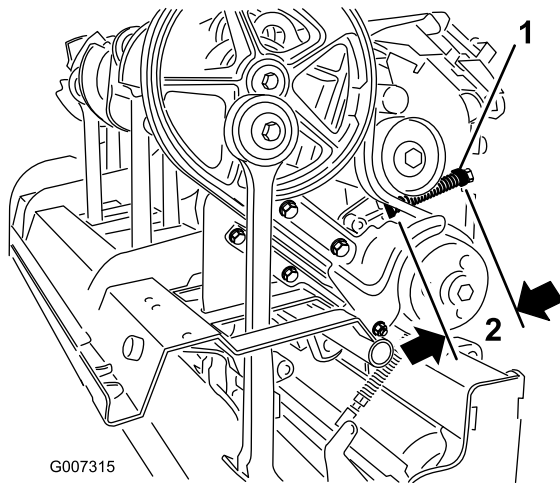

图 35
C. 拧松固定弹簧定位器的锁紧螺母图 35。
D. 调节弹簧定位器获得所需的压缩弹簧长度图 35。